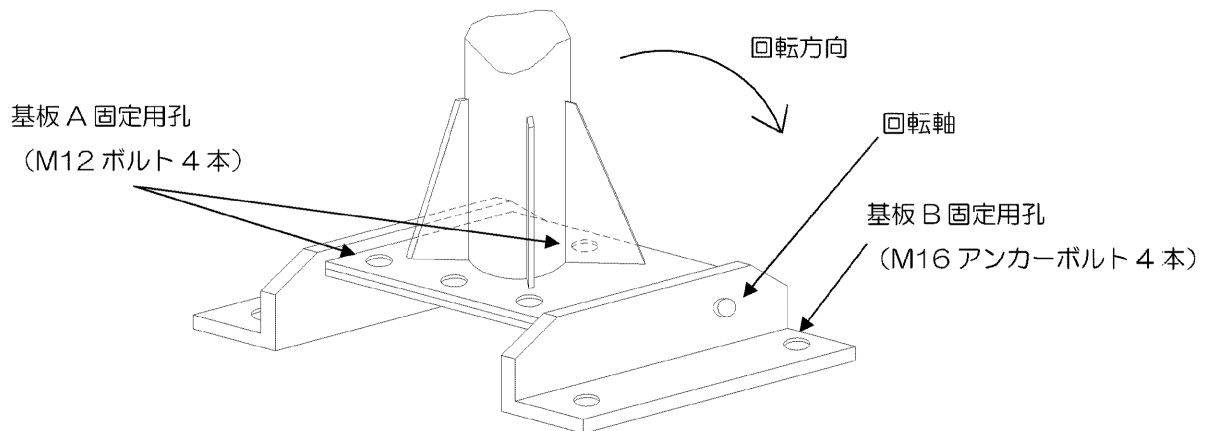

図 2 風向灯基板部
- 図 2 に示す本体下部の基板 B の 4 箇所の孔 (φ18 : M16 ボルト 4 本用) をアンカーボルトに合わせて固定してください。ポールは基板のヒンジ方向に倒れますので、ポールが倒れる方向に吹き流しやランプ交換作業を行うスペースが確保できるように、設置してください。
- 基板 A の固定ボルト (M12 ボルト 4 本) を外してポールの中にある支持棒を確実に引き出し、図 2 の回転軸を中心に矢印方向にポールをゆっくり倒してください。詳細は 3-2 [ポールの倒しかた] をご参照ください。
1. 基板 A を基板 B に固定しているボルト (M12 ボルト 4 本) を外して倒してください。(図 2 参照)